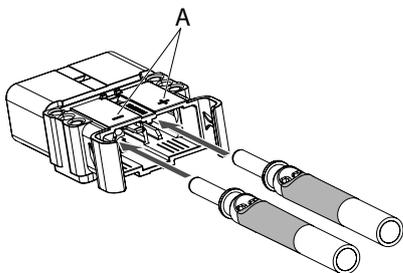

Abb. 15:
Falsche Polung kann zu einem lebensgefährlichen Stromschlag führen. Polaritätskennzeichen (+) und (-) am Gehäuse des Lade-/Fahrzeugsteckers beachten (**Abb. 15/A**).
1. Hauptkontakte mit angecrimpten Kabeln bis zum Anschlag in das Gehäuse des Steckers einschieben (**Abb. 15**).